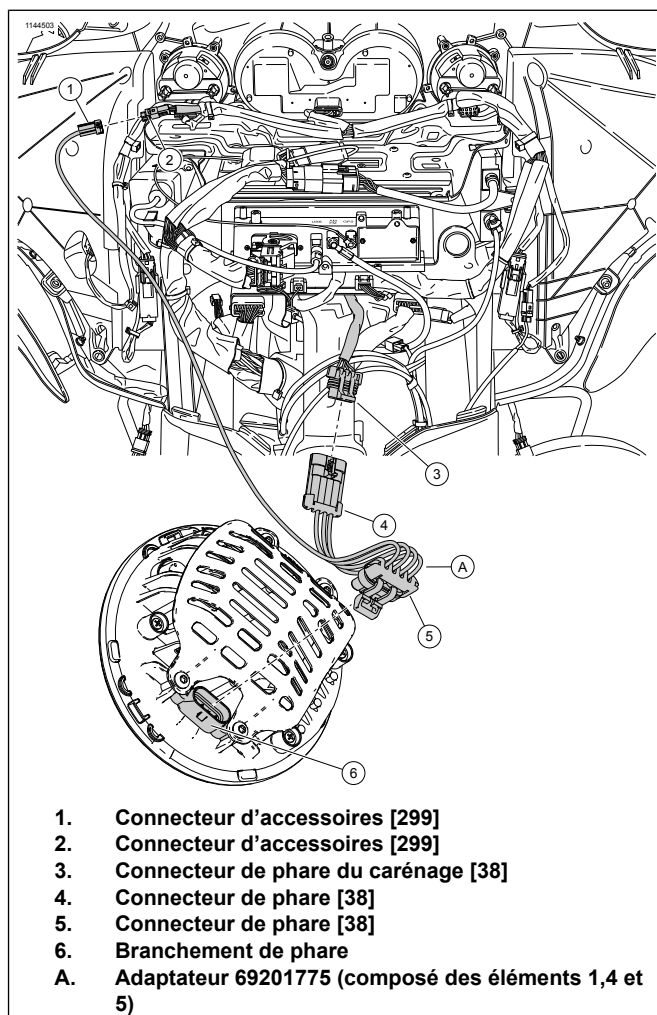

Figure 4. Connecteurs accessoires - Touring
Voir la Figure 4. Le faisceau 69201775 fournit une connexion optionnelle à connecteur accessoire du véhicule (2) qui active automatiquement le feu de position en mode accessoire. Le fait de ne pas connecter le faisceau 69201775 aux accessoires du véhicule fera en sorte que le feu de position demeure éteint en mode accessoire. Les raccords à 4 voies (4 et 5) du faisceau 69201775 doivent être utilisés lorsque celui-ci est nécessaire. Le feu de route et de croisement du phare fonctionnent peu importe le branchement aux accessoires.
Touring 2014 et ultérieurs : Consultez Figure 4 . Si d'autres accessoires sont branchés au connecteur d'accessoire (2), il est possible que l'adaptateur 69200921 soit nécessaire pour la réalisation des étapes d'installation optionnelles.
1. Voir la Figure 4. Si le carénage extérieur a été retiré, réalisez les étapes 1a et 1b. Sinon, passez à l'étape 2. Localisez le connecteur accessoire du véhicule (2).
- a. Branchez le connecteur accessoire à 2 voies (1) du faisceau 69201775 au connecteur accessoire du véhicule (2).
2. Si l'étape de retrait optionnelle n'a pas été réalisée, coupez le ruban isolant et fixez le connecteur accessoire (1) du câble de faisceau 69201775.
4. Branchez les connecteurs du phare (4 et 5) au faisceau 69201775 entre le connecteur de phare (3) et le branchement du phare (6).